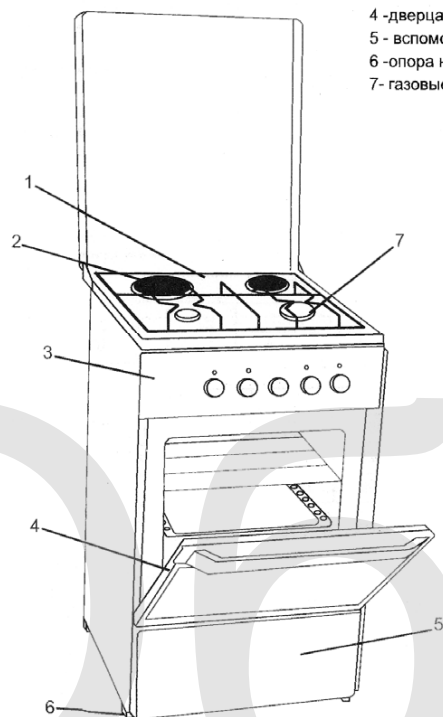

Рис. 1. Общий вид плиты
- 5.1. Общий вид плиты с указанием основных частей показан на рис.1.